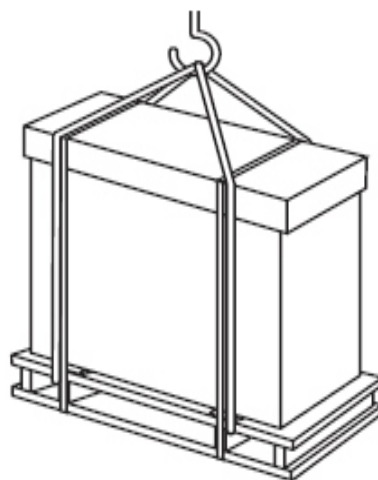

图3.1 吊运
- (1) 严禁拆除外包装。
- (2) 如图3.1所示，用两根绳索吊起带有包装的室外机。